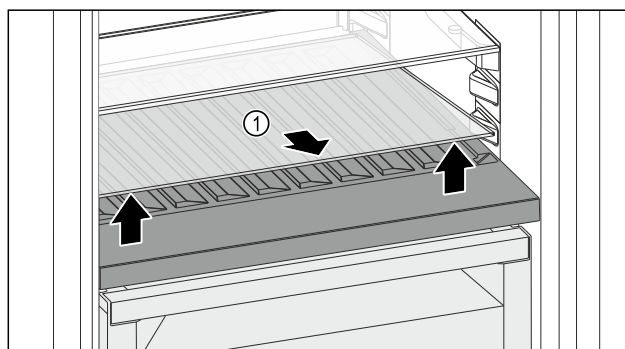

Fig. 226
- Sollevare il ripiano di vetro Fig. 226 (1) dall'incavo anteriore e rimuoverlo.
- Conservare il ripiano di vetro Fig. 226 (1) fuori dall'apparecchio in un luogo sicuro.
- Inserire il ripiano di vetro (2) sotto il vano bottiglie variabile.